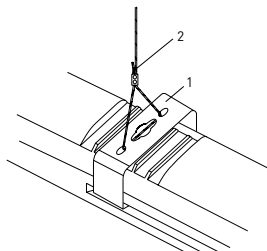

Рисунок 4
6.3.3 Монтаж светильника на подвесах (рисунок 4) производить при помощи скоб монтажных 1, входящих в комплект изделия, и тросов 2 (тросы в комплект не входят).